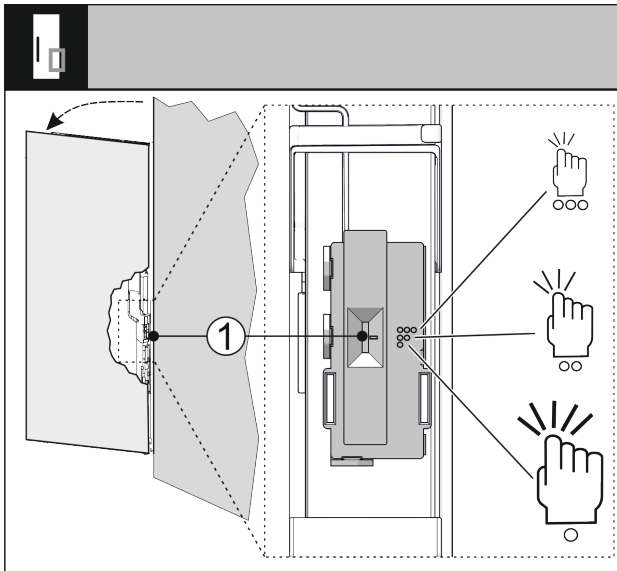

Fig. 71
Можете да настроите чувствителността на датчика за почукване чрез превключвател Fig. 71 (1). Превключвателят е в долната една трета от вратата от страната на пантите.
▶ Плъзнете превключвателя Fig. 71 (1) в желаното положение на превключвателя.